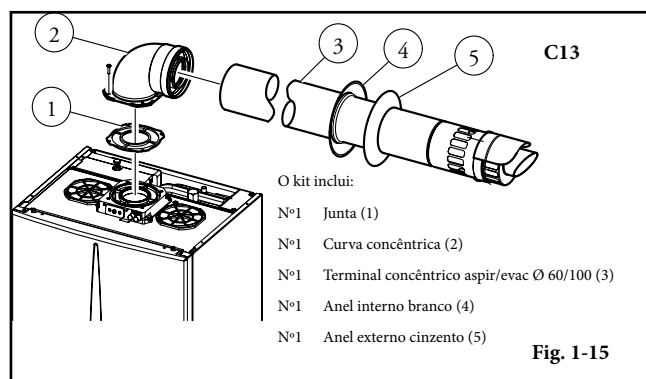

Fig. 1-15
Kit horizontal de aspiração - evacuação Ø 60/100. Montagem do kit (Fig. 1-15): Instale a curva com a flange (2) no orifício central da caldeira, interpondo a junta (1) (que não necessita lubrificação) e de seguida aperte com os parafusos incluídos no kit.